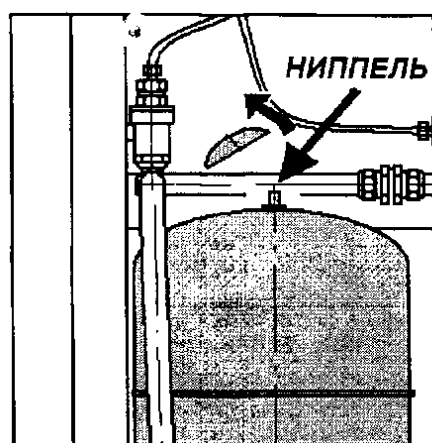

Рис. 3. Расположение ниппеля на гидроаккумуляторе
4.2.6. Снять заднюю крышку установки. Снять защитный колпачок с ниппеля гидроаккумулятора (рис. 3).